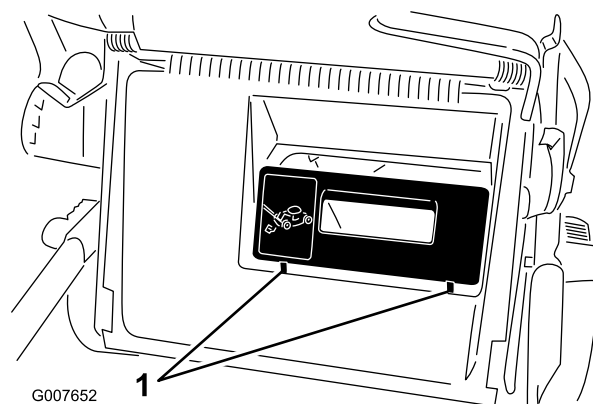
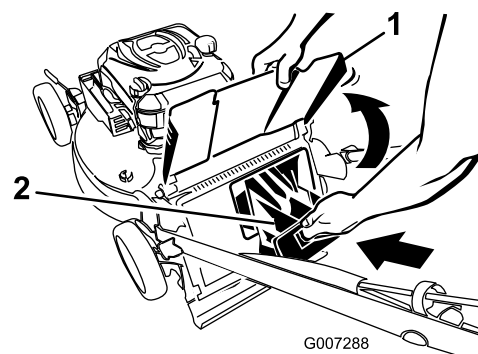

Figura 20
Figura 21
**Importante:** Verificate che il coperchio di scarico posteriore sia posizionato correttamente. Sollevate il deflettore di scarico e individuate le 2 linguette situate davanti al coperchio di scarico (Figura 20). Se non le trovate, spingete con forza il coperchio fino a bloccarlo in posizione (Figura 21).